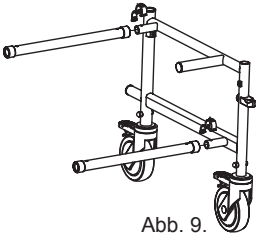

Abb. 9.
- Setzen Sie die Befestigungsrohre auf der linken oder rechten Seite des Rahmens ein, richten Sie die Löcher aus und setzen Sie die C-Clips ein, wie in Abb. 9 gezeigt;
- Setzen Sie die Befestigungsrohre auf der linken oder rechten Seite des Rahmens ein, richten Sie die Löcher aus und setzen Sie die C-Clips ein, wie in Abb.9 gezeigt;